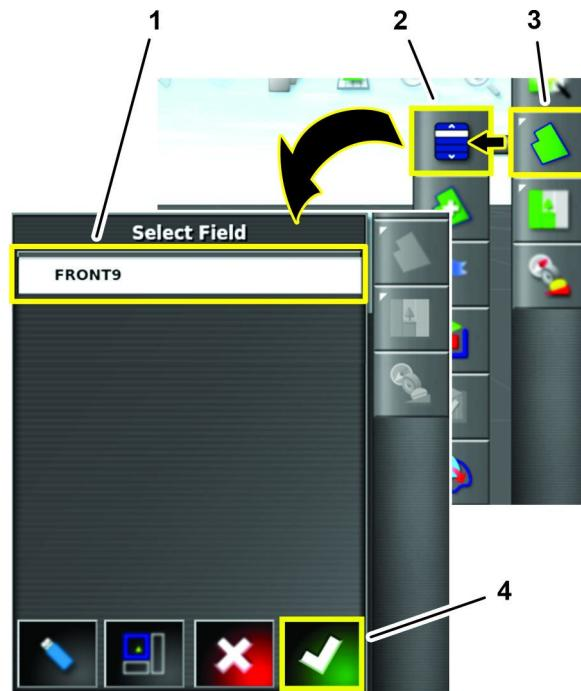

图 72
2. 按场地菜单图标和选择场地图标图 72。
3. 按准备把 2 号机器的边界合并到其中的场地图标然后按“确认”图标图 72。